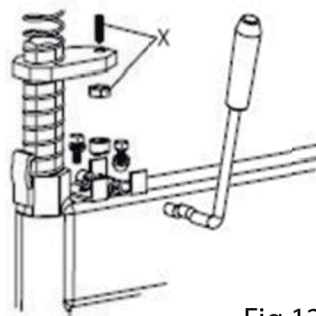

Fig.12
Nota: Se o braço vertical hexagonal não estiver bloqueado ou não cumprir o requisito de estar a 2-3mm da parte inferior do cabeçote de montagem/desmontagem do aro, ajuste a placa de bloqueio hexagonal, consulte a Fig. 12 e ajuste o (X).